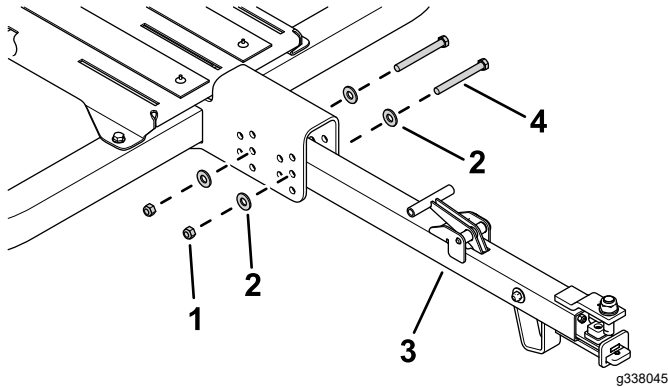

Figura 23
1. Utilice 2 pernos (7/16"), 4 arandelas y 2 contratuerca para fijar la barra de remolque al bastidor principal (Figura 23).